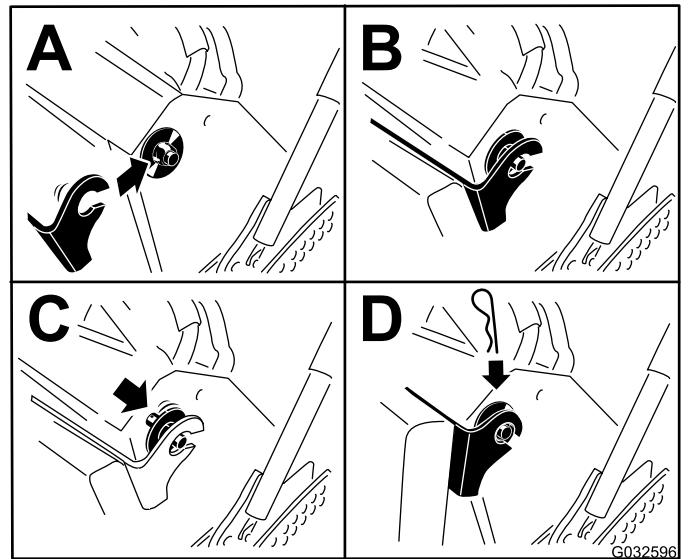

Figura 30
6. Sollevate il cuscino e inseritelo nei perni su entrambi i lati della macchina (Figura 30).
7. Inserite le rondelle grandi con boccole di plastica nelle staffe del cuscino e fissatele con una coppiglia (Figura 30).